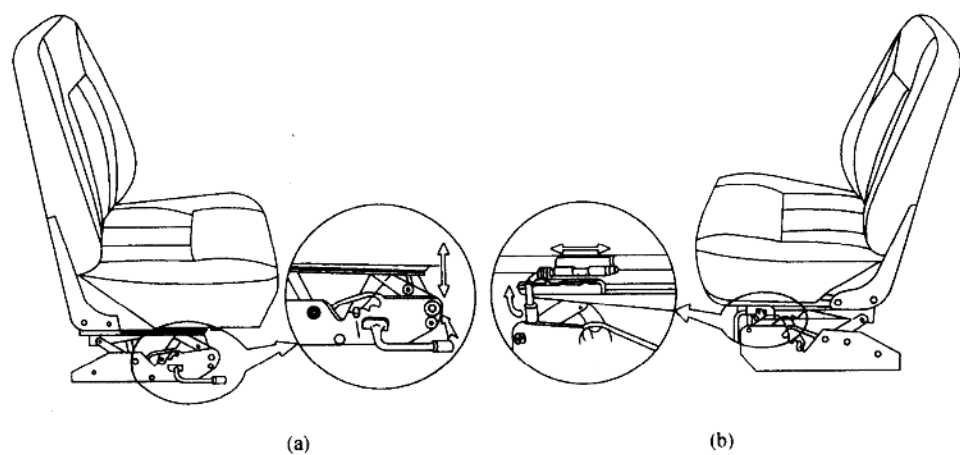

图 1-13 座椅调整
3. 驾驶员座椅的调整(见图 1-13)。驾驶员座椅可根据需要进行调整。调整时应先进行上、下调整(见图 1-13a),当高度调好后再进行前、后调整(见图 1-13b)。